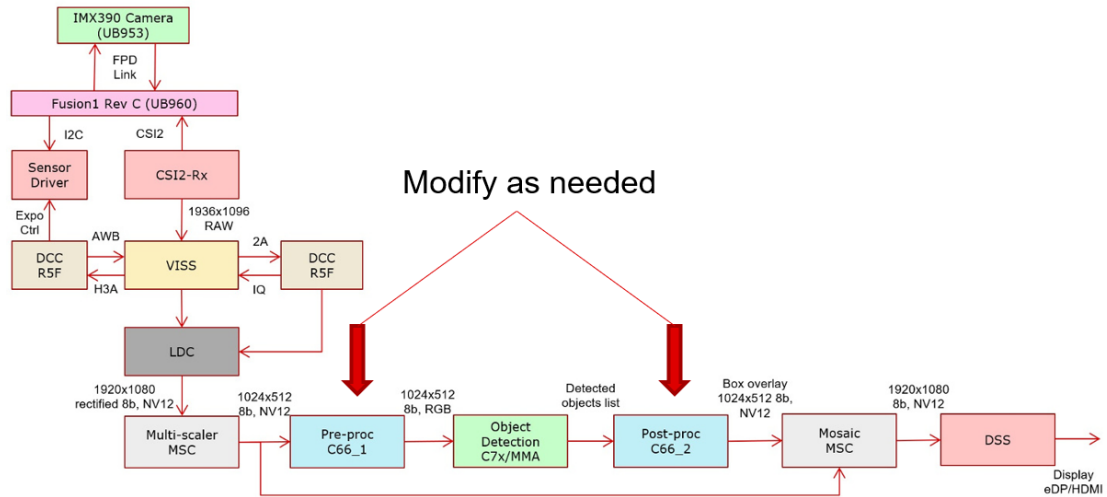

图 1-4 Processor SDK 示例
1. Processor SDK 应用集成可以参考对应 SDK 的 Vision App 目录下的示例，根据自己的应用情况，基于现有的示例进行更改集成自己应用。图 1-4 Processor SDK 示例数据流，是将摄像头经过 CSI 传输进来的图像数据经过 ISP 处理，交给 C66 进行预处理将 YUV 转为 RGBP，然后进入到 C7X/MMA 进行推理，将推理的结构送给 C66 进行后处理，后处理的结果缩放到显示接口去显示。集成自己的应用时，根据自己模型的分辨率和数据输入格式更改对应的处理节点即可。